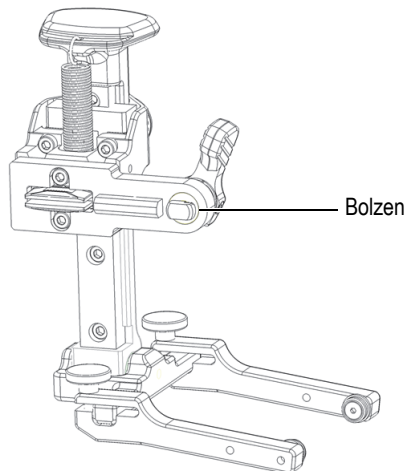

Abbildung 2-10 Horizontal ausgerichtete flache Kanten
1. Richten Sie mit dem Positionshebel die Position des Bolzen so aus, dass die flachen Kanten horizontal stehen (Abbildung 2-10 auf Seite 43).